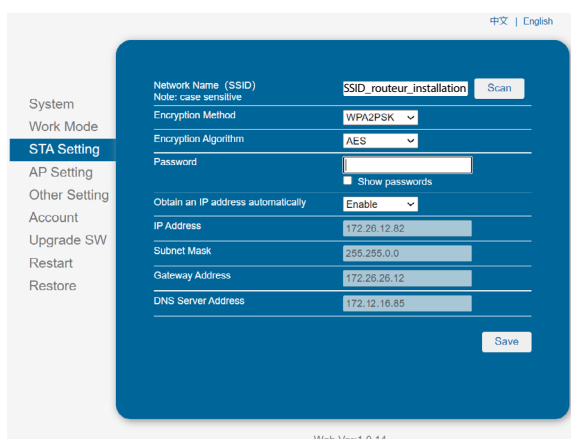

Fig. 54. Écran d'enregistrement du mot de passe.
- Saisir le mot de passe dans la case vierge et cliquer ou appuyer sur « Enregistrer » Voir Fig. 54.